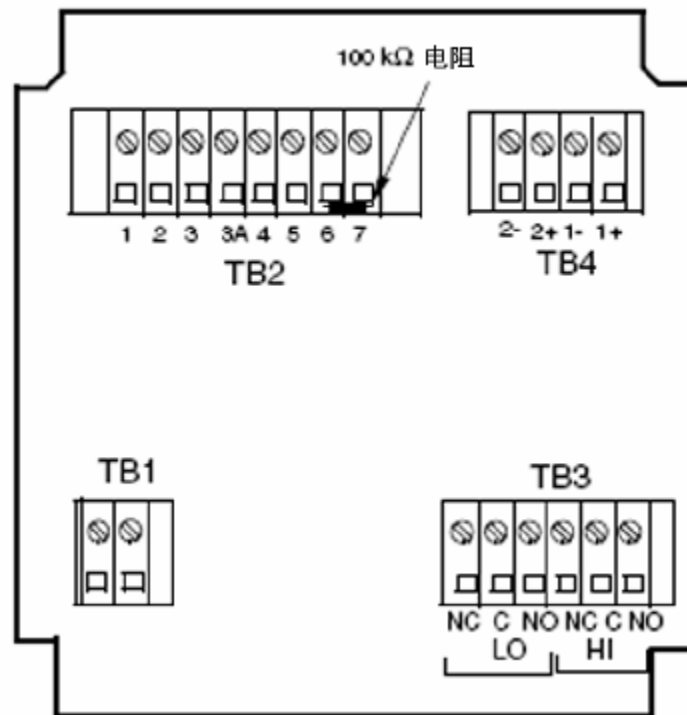

图 17. 热敏电阻温度模拟（所示为金属壳体）
2. 在传感器端子 6 和 7 之间连接精密的 100K Ω 电阻。参见图 17。